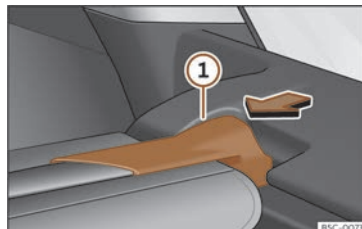

Fig. 189 Dans le coffre à bagages : démonter la plage arrière.
- Appuyez sur le support de la plage arrière >>> **fig. 189**① dans le sens de la flèche.
- Insérez le support de la plage arrière >>> **fig. 189**① dans le logement de l'autre côté.